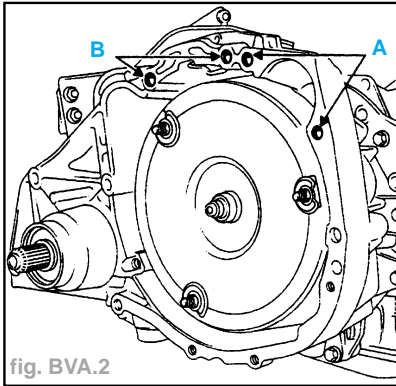

fig. BVA.2
- le démarreur deux vis (A) et deux vis supérieur (B) de tour de boîte de vitesses (fig. BVA. 2).